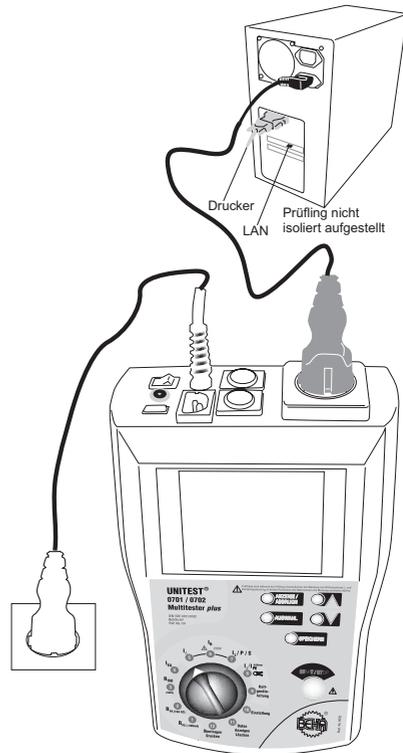

Bild 6.10: Messung des Differenzstromes
- ▶ Schließen Sie den 0701/0702-Multitester *plus* mit dem Netzanschlusstecker (1) an eine funktionsfähige und ordnungsgemäß angeschlossene Schutzkontakt-Netzsteckdose an.
- ▶ Schalten Sie das Gerät mittels EIN/AUS-Schalter (16) ein.
- ▶ Stellen Sie den Drehschalter 'Messfunktion' (10) auf die Schalterstellung "IA".
- ▶ Falls Sie direkt im Anschluss an die Differenzstrommessung eine Berührungsstrommessung durchführen wollen, stecken Sie die Messleitung (Prüfanschluss) in die Buchse "Sonde" (3). Diese Messleitung kann aber noch später bei der Berührungsstrommessung eingesteckt werden.
- ▶ Stecken Sie den Netzstecker des Prüflings in die Prüf-/Netzsteckdose (4), siehe Bild 6.10.
- ▶ Drücken Sie die Taste "START/STOP" (9). Nun erfolgt ein Vorprüfung, mit der die Stromaufnahme des Prüflings vor dem Einschalten der Netzspannung gemessen wird.
- ☞ Ist der Prüfling ausgeschaltet oder kein Prüfling angeschlossen, erscheint 'Ein' in der LC-Anzeige. Schalten Sie nun den Prüfling ein oder drücken Sie zur Bestätigung nun nochmals die Taste "START/STOP", damit die Netzspannung auf die Prüf-/Netzsteckdose (4) geschaltet wird.
- ☞ Nimmt der Prüfling mehr als ca. 18 A auf, so erscheint in der LC-Anzeige "LAST" (blinkend). Zur Bestätigung muss nun nochmals die Taste "START/STOP" gedrückt werden, damit die Netzspannung auf die Prüf-/Netzsteckdose (4) geschaltet wird.